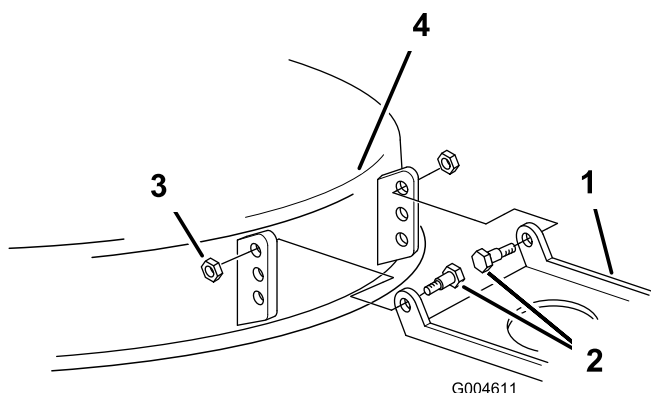

Figura 49
18. Si no es posible lograr una inclinación de la parte delantera de 6 a 16 mm girando la tuerca de ajuste de la inclinación, mueva el soporte de pivote del cortacésped (Figura 49).
19. Retire los pernos y contratuercas del cortacésped (Figura 49)
20. Baje el pivote del cortacésped al taladro inmediatamente inferior y vuelva a colocar los pernos y contratuercas (Figura 49).